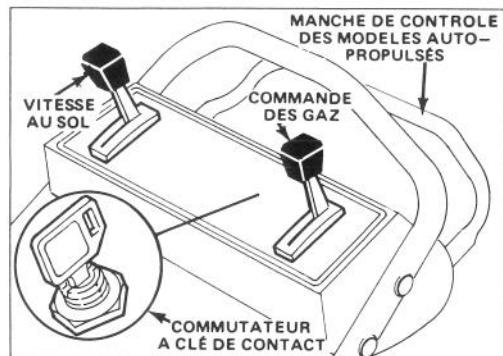

Figure 7
1. COMMANDES — Le commutateur à clé de contact (modèle à démarrage par clé de contact), la commande des gaz, le contrôle de vitesse au sol et la barre de commande d'auto-propulsion se trouvent sur le mancheron supérieur (Fig. 7). Le démarreur manuel se trouve sur le dessus du moteur
2. Branchez le câble de la bougie et, sur les modèles auto-propulsés, placez le contrôle de vitesse au sol en position "N" (Fig. 7).
4. DEMARRAGE KEY-LECTRIC — Placez la commande des gaz (Fig. 7) en position ETRANGEUR (CHOKE). Tournez la clé (Fig. 7) à START (DEMARRAGE) et relâchez lorsque le moteur commence à tourner.
6. ARRET (Fig. 7) — Relâchez la barre de commande pour arrêter l'entraînement. Placez le contrôle de vitesse au sol en position "N" sur les modèles auto-propulsés. Pour arrêter le moteur, placez la commande des gaz en position OFF (ARRET). Retirez la clé du commutateur ou débranchez le câble de la bougie si la tondeuse n'est pas en usage ou n'est pas surveillée.